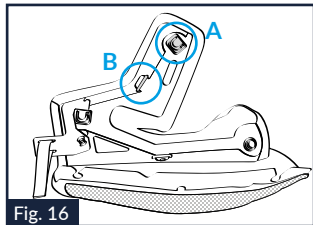

Fig. 16
13.2. Décrocher l'œillet du châssis arrière de la mousse de joue au niveau du crochet supérieur « A » situé à l'arrière (Fig. 16).
13.3. Extraire la languette supérieure « B » du châssis de sa boucle située à l'arrière du châssis (Fig. 16).
13.6. Introduire à nouveau la languette supérieure « B » du châssis dans la boucle située à l'arrière de la mousse de joue et accrocher à nouveau l'œillet au niveau du crochet supérieur « A » situé à l'arrière (Fig. 16).
14.2. Décrocher l'œillet du châssis arrière de la mousse de joue au niveau du crochet supérieur « A » situé à l'arrière (Fig. 16).
14.3. Extraire la languette supérieure « B » du châssis de sa boucle située à l'arrière du châssis (Fig. 16).
14.5. Introduire à nouveau la languette supérieure « B » du châssis dans la boucle située à l'arrière de la mousse de joue et accrocher à nouveau l'œillet au niveau du crochet supérieur « A » situé à l'arrière (Fig. 16).